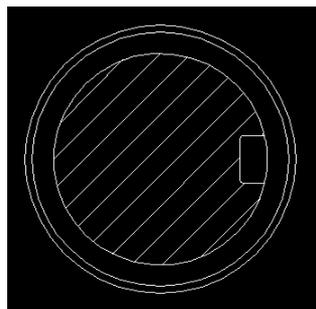

Рисунок 7.4
- на запрос **Выберите объекты** щелкнуть мышью по рамке вида и нажать **Enter**, в результате операции на чертеже исчезнут невидимые линии, а разрез заштрихуется (рисунок 7.4).